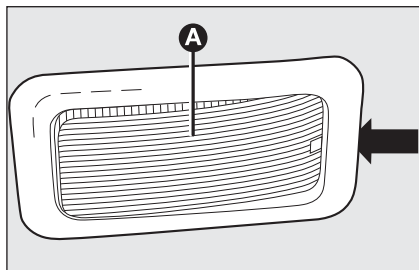

fig. 32
- ☐ à l'aide du tournevis fourni, extraire le plafonnier **A**-fig. 32 en agissant sur le point indiqué par la flèche;